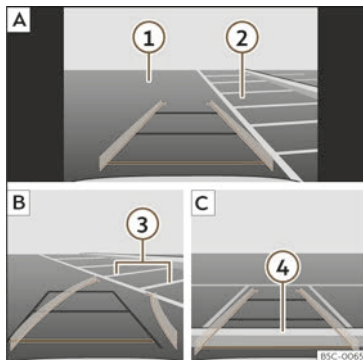

Abb. 169 Anzeige auf dem Bildschirm des Infotainment-Systems: Einparken mit dem Rückfahrasistenten.
Legende zur >>> (Abb. 169):
- Bringen Sie das Fahrzeug vor die Parklücke >>> (Abb. 169) **②** **A**.
- Fahren Sie rückwärts und drehen Sie das Lenkrad so, dass die gelben Linien in die Parklücke weisen. Die grünen und gelben Linien müssen mit den seitlichen Begrenzungslinien übereinstimmen **③** **B**.
- Halten Sie das Fahrzeug an, wenn die rote Linie die hintere Begrenzung erreicht hat **④** **C**.